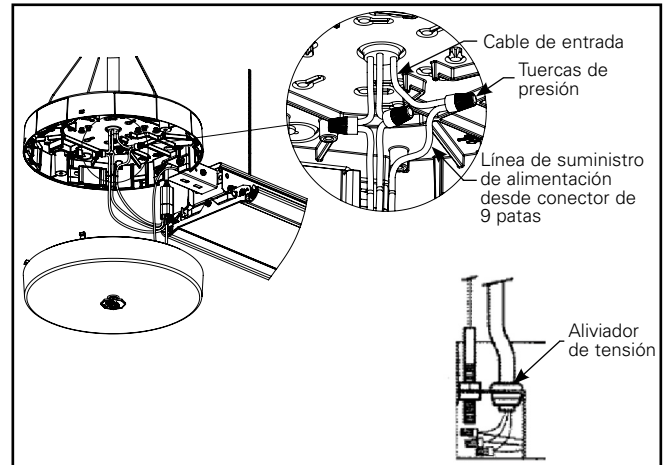

Figura 9.
- Con conectores de cables aprobados, conecte los cables de alimentación y atenuación, el cable del sensor al paquete de alimentación o el cable del interruptor de prueba de EM (Figura 9). Fije la alimentación de energía con el aliviador de tensión. Confirme que todas las conexiones de cableado sean correctas.